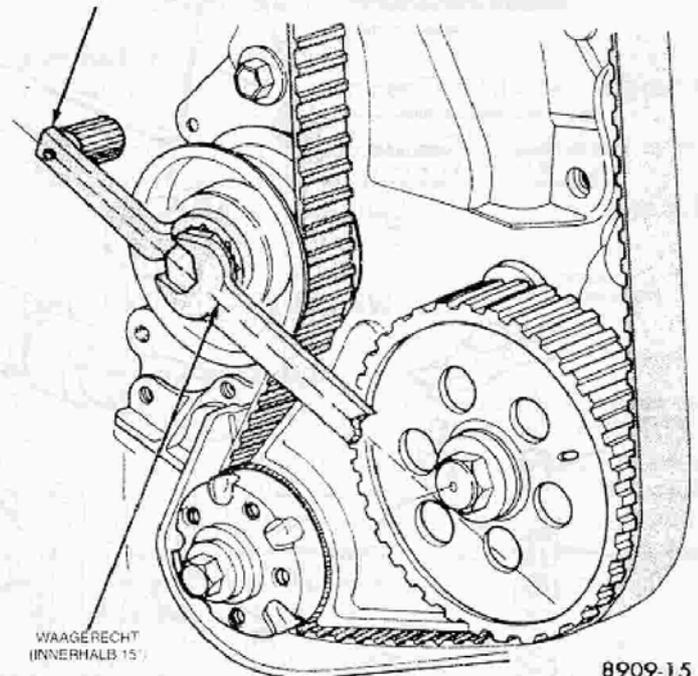

Abb. 14 — Spannung des Antriebszahnriemens
(2) Zahnriemen einbauen (siehe Abb. 14 zur korrekten Spannung des Zahnriemens).
(3) Kurbelwelle zwei volle Umdrehungen weiterdrehen und dann Steuerzeiten erneut prüfen.
(2) Spannwerkzeug C-4703 waagrecht am großen Sechskant der Spannrolle des Zahnriemens ansetzen und die Sicherungsmutter der Spannrolle lösen.
(3) Spannwerkzeug C-4703 ggf. neu ansetzen, so daß die Werkzeugachse nicht mehr als 15° von der Waagerechten abweicht (Abb. 14).
(4) Motor im Uhrzeigersinn vom OT zwei Umdrehungen der Kurbelwelle bis wieder auf OT drehen.